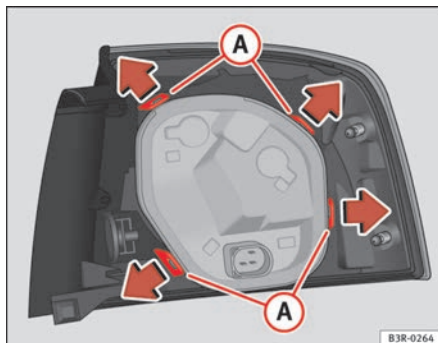

Fig. 221 Linguetas de fixação na parte posterior da unidade de luz traseira
- Desbloqueie as linguetas de fixação **A** ⇒ fig. 221.